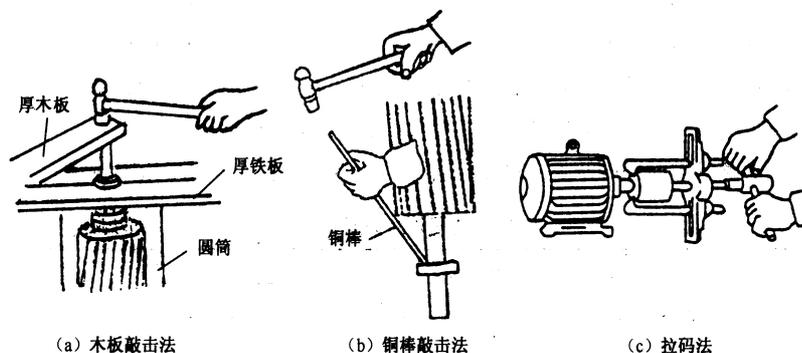

图 4-52 拆卸轴承的简易方法
(1) 轴承的拆卸；轴承的拆卸可能在两个部位进行。一是在转轴上拆卸，另一种是在端盖内拆卸。在转轴上拆卸轴承有 3 种方法。①第一种方法如图 4-52 (a) 所示。用两块厚铁板在轴承内圈下边夹住转轴，并用能容纳转子的圆筒或支架支住，在转轴上端垫上厚木板或铜板，敲打取下轴承；②第二种方法如图 4-52 (b) 所示。用端部呈楔形的铜棒以倾斜方向顶着轴承内圈，然后用锤子敲击。注意不能用力过猛，以防损坏工具和轴承。敲击时，应沿着四周均匀用力敲击；③第三种方法如图 4-52 (c) 所示。用拉码等专用拆卸工具拆卸。这种方法简单、实用，专用工具的尺寸可随轴承直径任意调节，只要转动手柄，